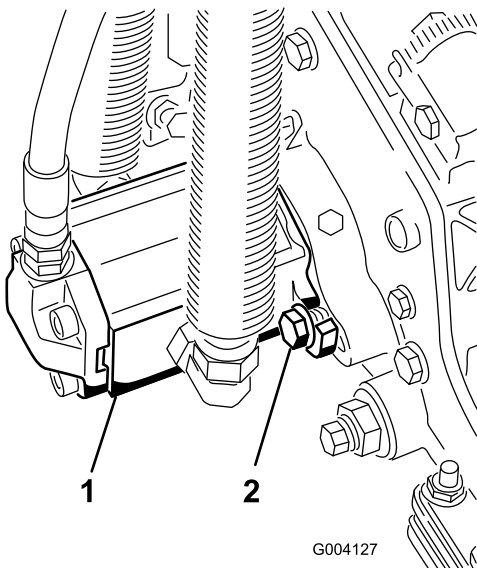

図 14
16. モータを手を持ち、右回りにひねってモータのフランジをボルトから逃がしながら、キャップスクリュにモータをセットする(図 14)。モータを左回りにひねって、ボルトにフランジをしっかりと掛け、ボルトを締めてモータを固定する。